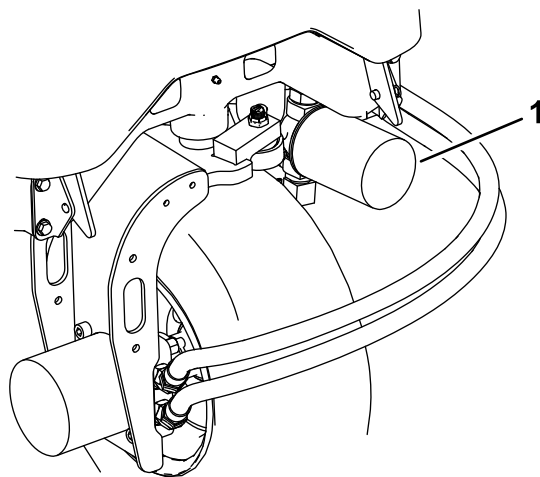
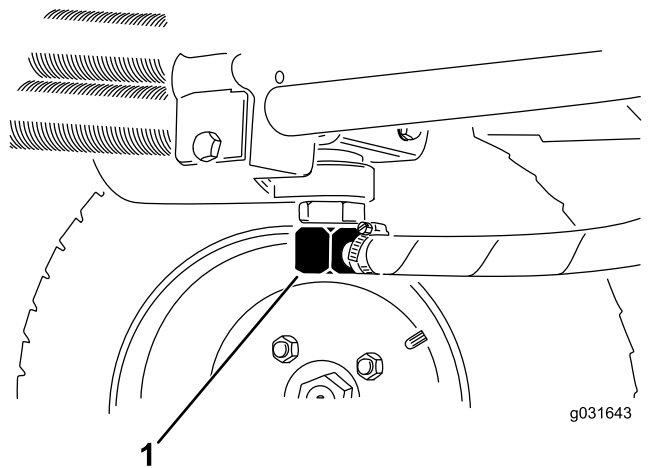

図 62
図 63
3. フィルタ取り付け部付近をきれいに拭い、下に容器を置き、フィルタを外す **図 62**。
2. 油圧ラインの接続部または油圧フィルタを外し、流れ出すオイルを容器に受ける 図 62と 図 63。
3. オイルが全部流れ出たらラインを元通りに接続する 図 63。